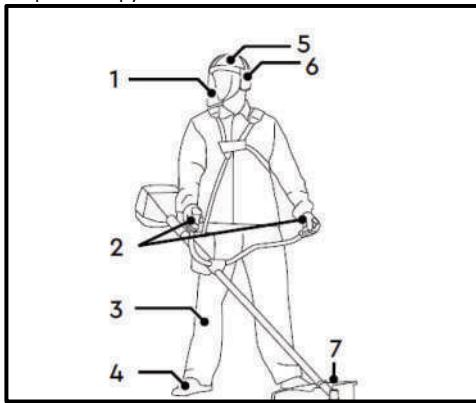

Рис. 1
- Завжди використовуйте захисний щиток (1) або окуляри (Рис. 1).
- Одягніть міцні захисні рукавиці (2) (Рис. 1). Рукавиці знижують передачу вібрації на Ваші руки. Тривале перебування під впливом вібрації може викликати оніміння пальців.
Працуйте в спеціалізованому одязі (3), який достатньо щільно облягає (Рис. 1). Не носіть широкий одяг і прикраси, оскільки вони можуть потрапити в рухомі частини мотокоси.
- Носіть міцне взуття (4) на не ковзкій підошві для більшої стійкості (Рис. 1). Не користуйтеся мотокосою босоніж або у відкритому взутті.
- Носіть засіб захисту (5) голови, де існує ризик травмування (Рис. 1).
- Щоб уникнути пошкодження органів слуху, рекомендується використовувати захисні навушники (6) (Рис. 1).
- Завжди використовуйте захисний кожух (7) під час виконання робіт (Рис. 1).